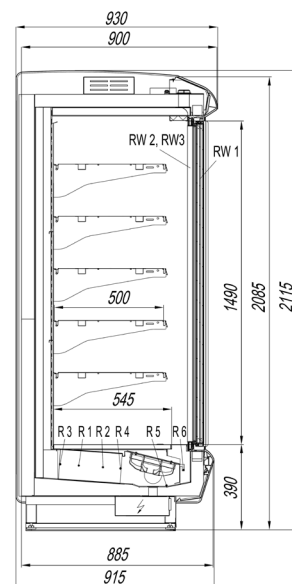

Рисунок 10. КВАРЦ КОМПАКТ Н
- «КВАРЦ КОМПАКТ Н» - пристенная низкотемпературная горка с шириной основания 915мм и распашными каркасными дверями; (рисунок 10);